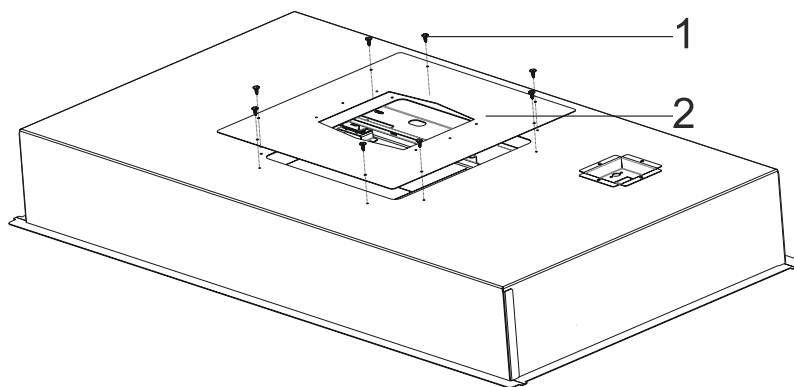

Fig. 25
8. ► Placera täckplattan med utsugshålet på fläktens ovansida och fäst den med 3,5 x 9,5 skruvar (Fig. 25).